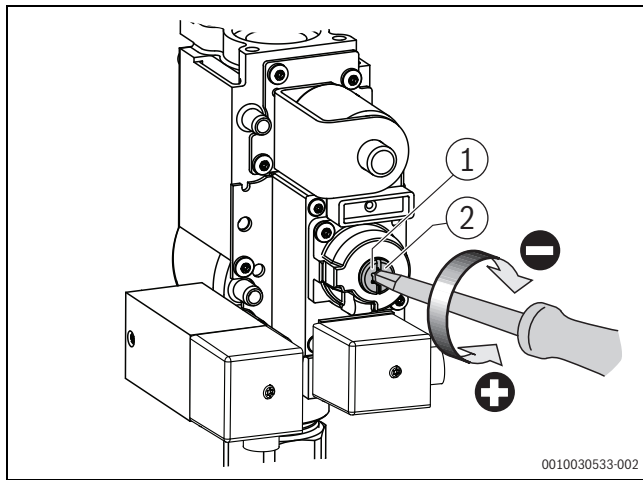

Bild 11 O₂-Gehalt bei Teillast einstellen (Kesselgröße 75 – 100 kW)
- ▶ Verschlusschraube an der Gasarmatur herausdrehen (→Bild 11 und 12).
- ▶ O₂-Wert an der Teillast-Einstellschraube auf $5,7 \pm 0,4$ % einstellen (→Bild 11 und 12).